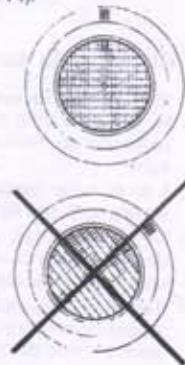

Fig. 14
2.8 It is important that the logo on the faceplate appears at the top in order to obtain the correct lighting of the pool. (Fig. 14).
2.8 Il est important que l'anagramme de l'enjoliveur reste dans la partie supérieure pour obtenir une illumination correcte de la piscine. (Fig. 14).
2.8 Es importante que el anagrama del aro embellecedor quede en la parte superior para obtener una correcta iluminación de la piscina. (Fig. 14).
2.8 È importante che l'anagramma dell'anello decorativo rimanga nella parte superiore per ottenere un'illuminazione corretta della piscina. (Fig. 14).
2.8 Es ist wichtig, dass sich das Markenzeichen des Abdeckringes auf der Oberseite befindet, um eine korrekte Beleuchtung des Schwimmbeckens zu erzielen. (Fig. 14).
2.8 É importante que o logotipo do aro embelezador fique na parte superior para obter uma correcta iluminação da piscina. (Fig. 14).